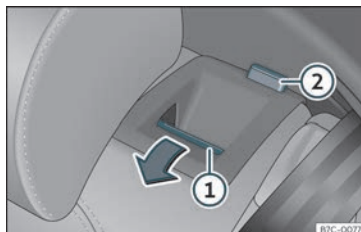

Fig. 106 Banco traseiro: rebater o encosto.
- Pressione o botão de desbloqueio »»» Fig. 106 ① para a frente e, ao mesmo tempo, rebata o encosto. O encosto traseiro está desbloqueado quando se vê uma marca vermelha no botão ②.
O encosto traseiro está desbloqueado quando se vê uma marca vermelha no botão »» **Fig. 106** ②.